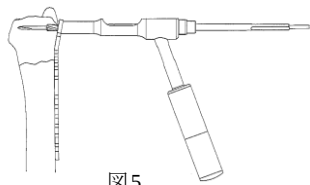

図5
- 5) 2.7 中空ドリル (ストッパー付き) で、X線透視下にストッパーで止まるまで慎重にドリリングします。(図5)